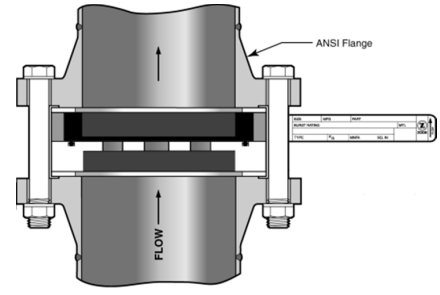

Figura 6
- 3) **Discos de ruptura con soporte externo de vacío - Figura 6**